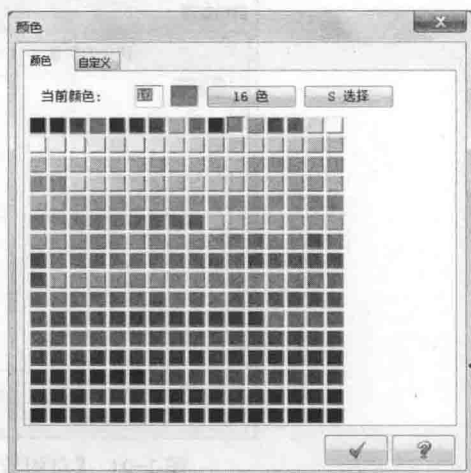

图 1-19 【颜色】设置对话框
1) 颜色：设置当前绘制的图素颜色，可以直接在文本框中输入颜色号码，也可以单击其中的  (调色板) 功能按钮，调出图 1-19 所示的【颜色】设置对话框来选择颜色。